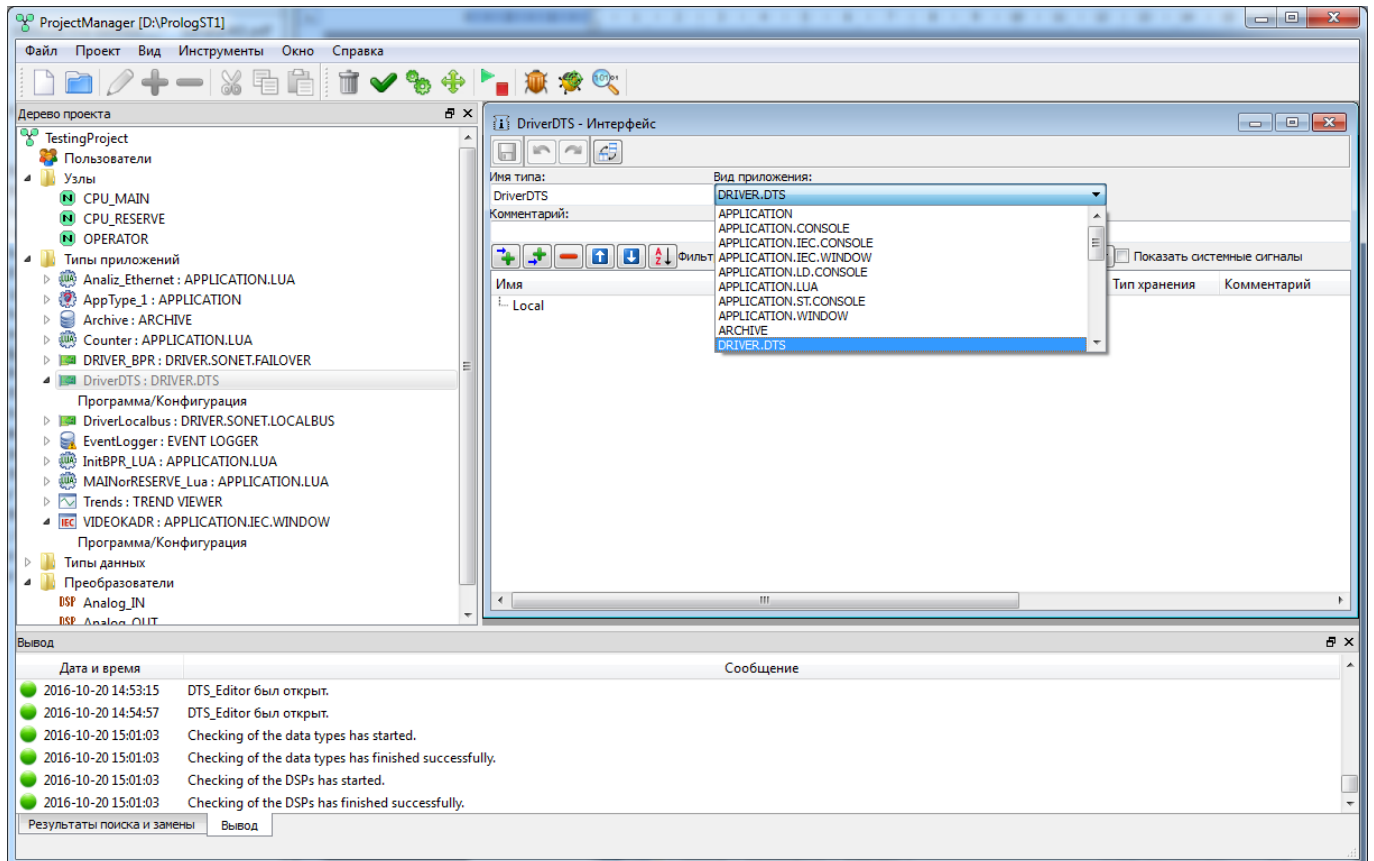

Рисунок 3.176 - Окно редактирования интерфейса приложения
1. Необходимо создать новое приложение в программе **ProjectManager** (см. раздел 3.2.2.4) и провести редактирование его имени типа и вида приложения (см. рис. 3.176).